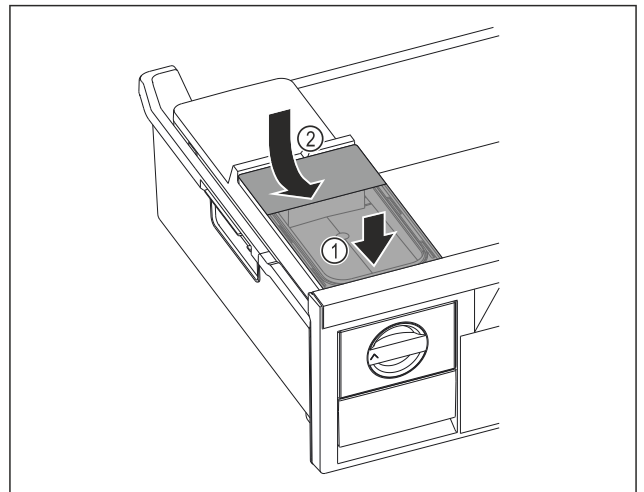

Fig. 70
- Nádržku na vodu nasadíte vpred. Fig. 70 (1)
- Nádržku na vodu spustíte vzadu. Fig. 70 (2)